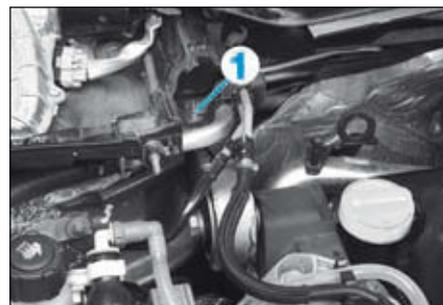

FIG.13
- l'écrou de maintien (1) de la canalisation du détendeur (Fig.13),